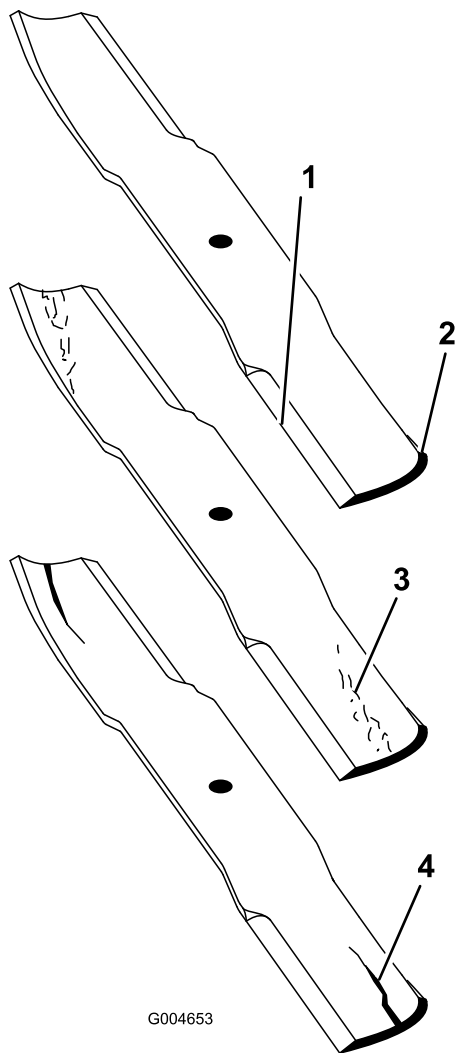

Figura 130
2. Examinai cu atenție capetele de tăiere ale lamei, în special acolo unde se întâlnesc părțile plate i curbate ale lamei (Figura 130).
Notă: Deoarece nisipul i materialele abrazive pot îndepărta metalul care unetește partea plată cu cea curbată a lamei, verificați lama înainte de a utiliza maina de tuns iarba. Dacă se constată semne de uzură (Figura 130), înlocuiește lama.